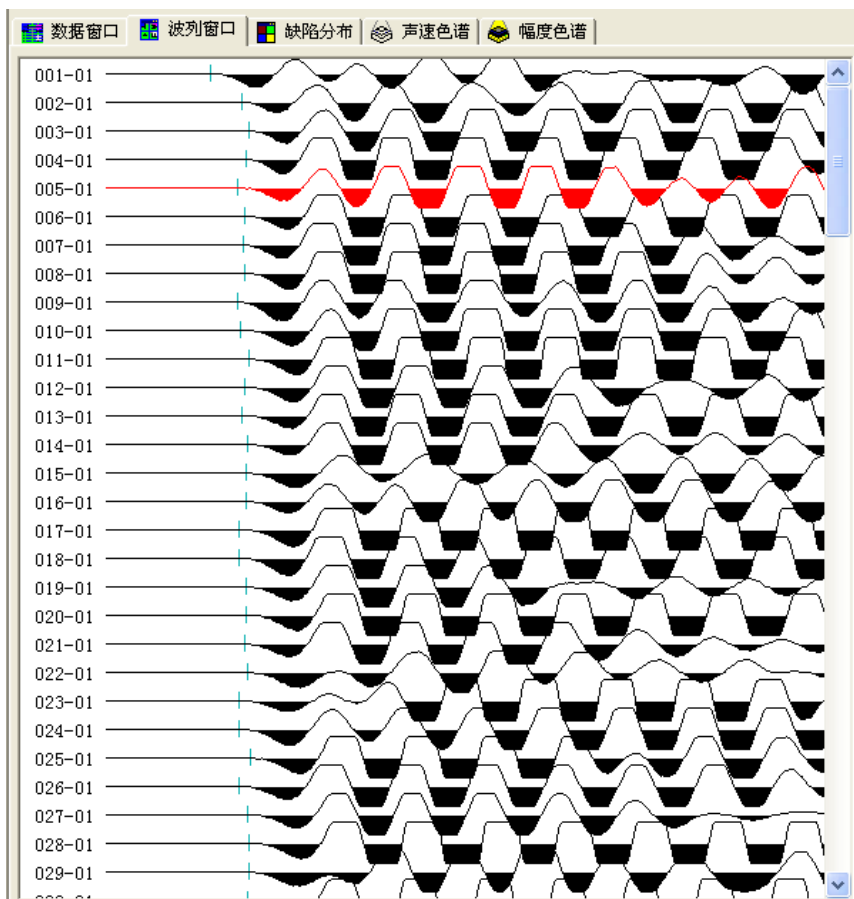

图 5.18 波列窗口
A. 波列窗口。用于显示当前检测面的波列及各个波形对应的深度。当鼠标在波列窗口中滑动时，经过某一波形时该波形颜色变成蓝色，且鼠标变成手形，表示此波形处于可选状态，此时如果单击鼠标左键，则该波形颜色变成红色，表示该波形被选中，同时该波形显示在单波分析窗口中并可以对该波形进行分析（如图 5.18）。